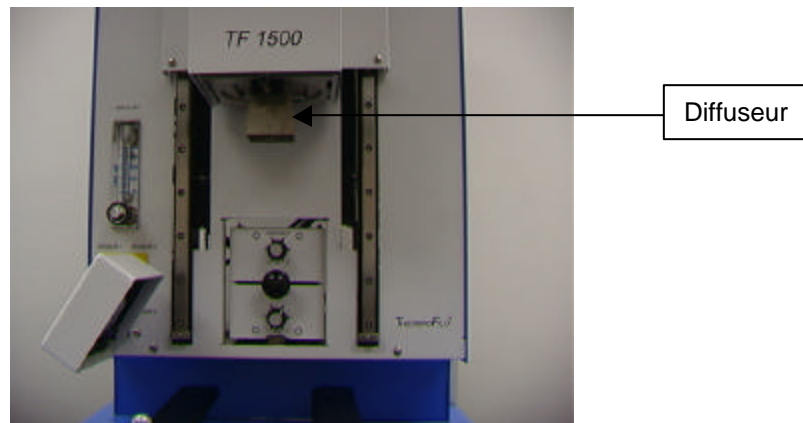

Figure 3b
- d. Insérer/changer le diffuseur (Figure 3b)